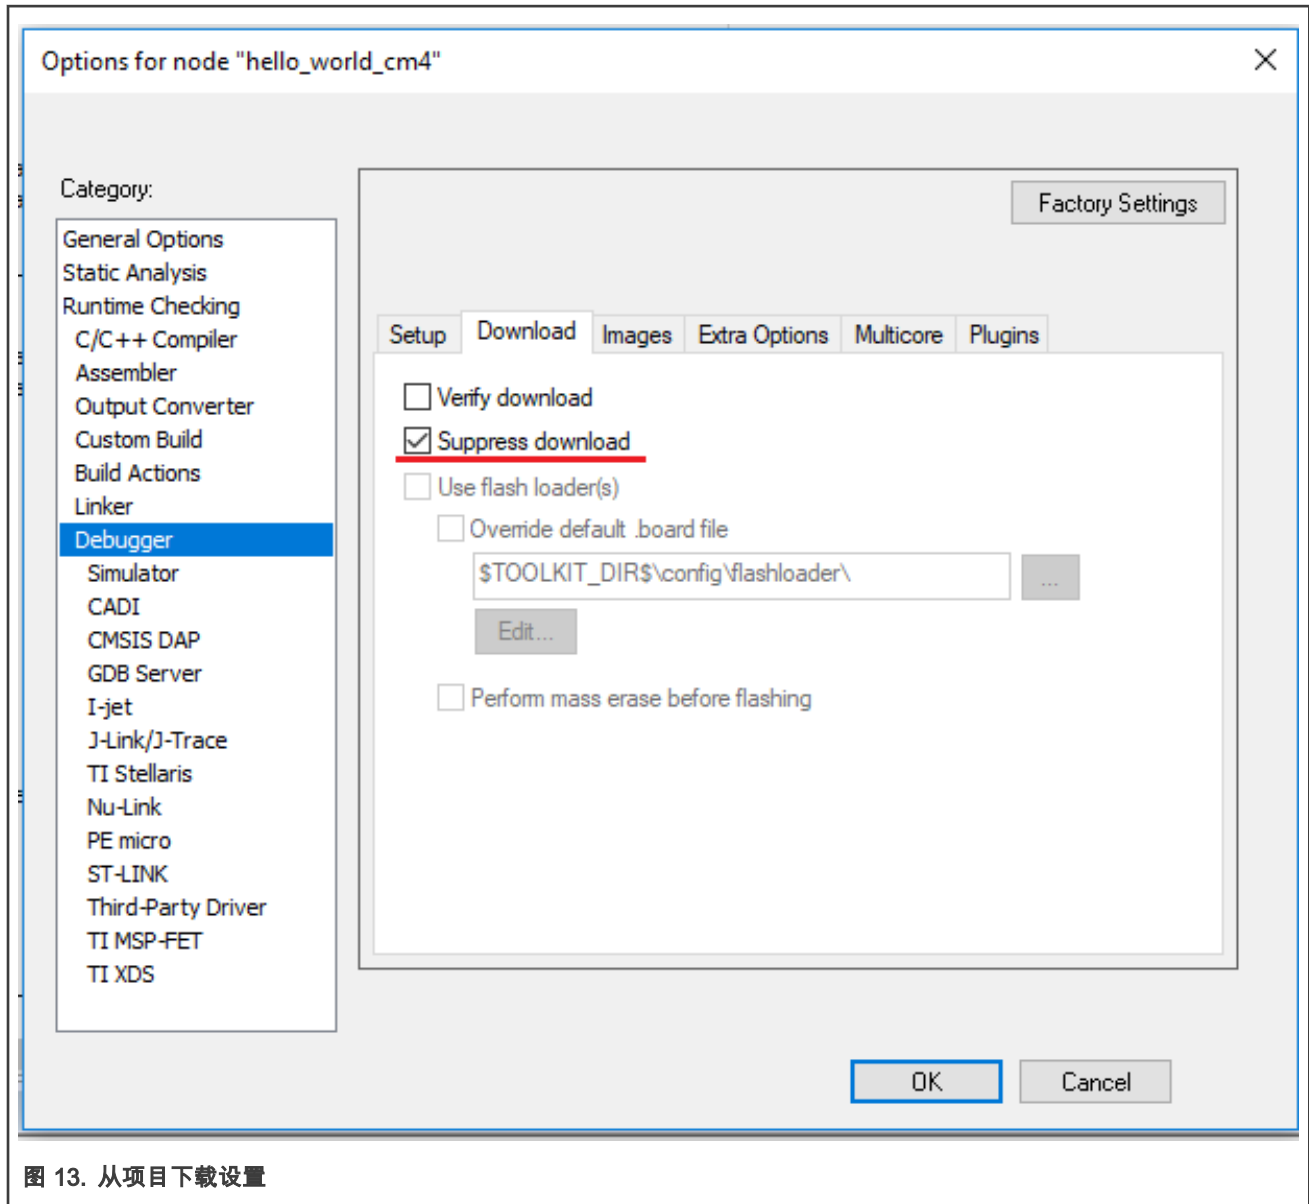

图 13. 从项目下载设置
- 检查下载设置。由于主项目应负责刷新要调试的设备，因此从项目不应尝试下载代码。此操作可能会导致错误。图 13 显示了从项目的下载设置。